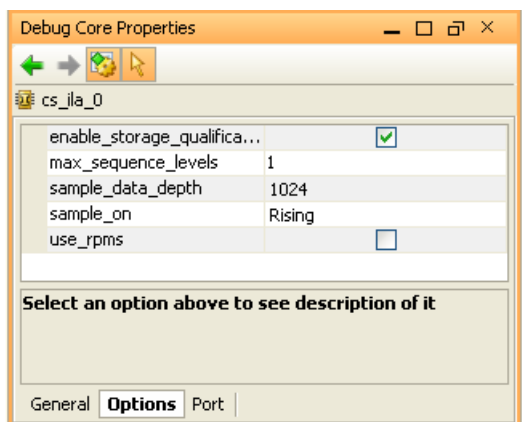

図 12-9： デバッグ コアのパラメーター
2. 384 ページの図 12-9 のように、[Debug Core Properties] ビューで [Options] タブをクリックし、コアのパラメーターを設定します。